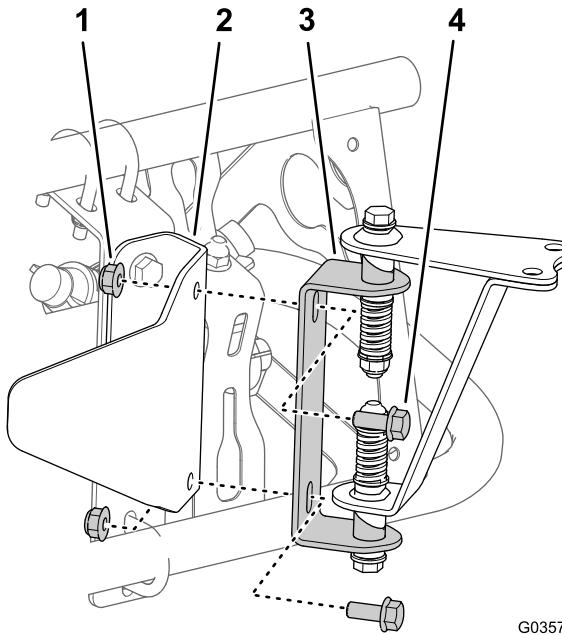
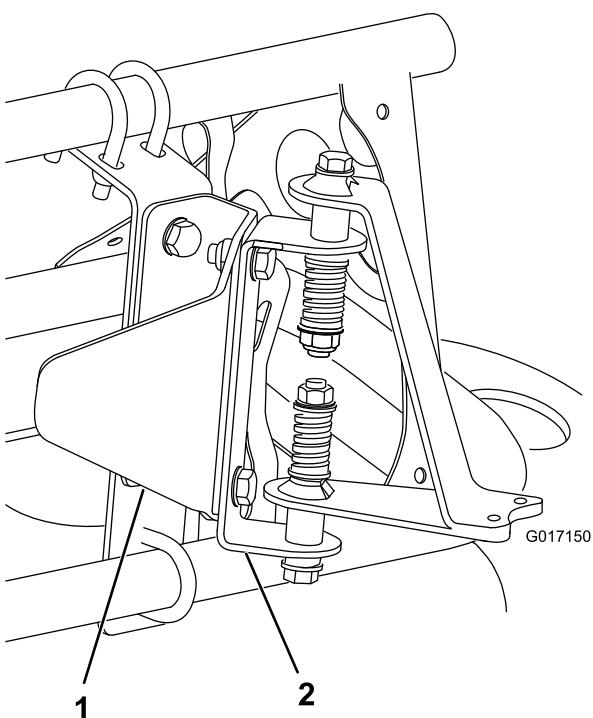

図 18
図 19
- センサーフードブラケットにセンサー取り付け金具を取り付けるボルト5/16 x $\frac{3}{4}$ "、2本とロックナット5/16"2個を使用カバーなしブームの場合は図18、カバー付きブームの場合は図19を参照。